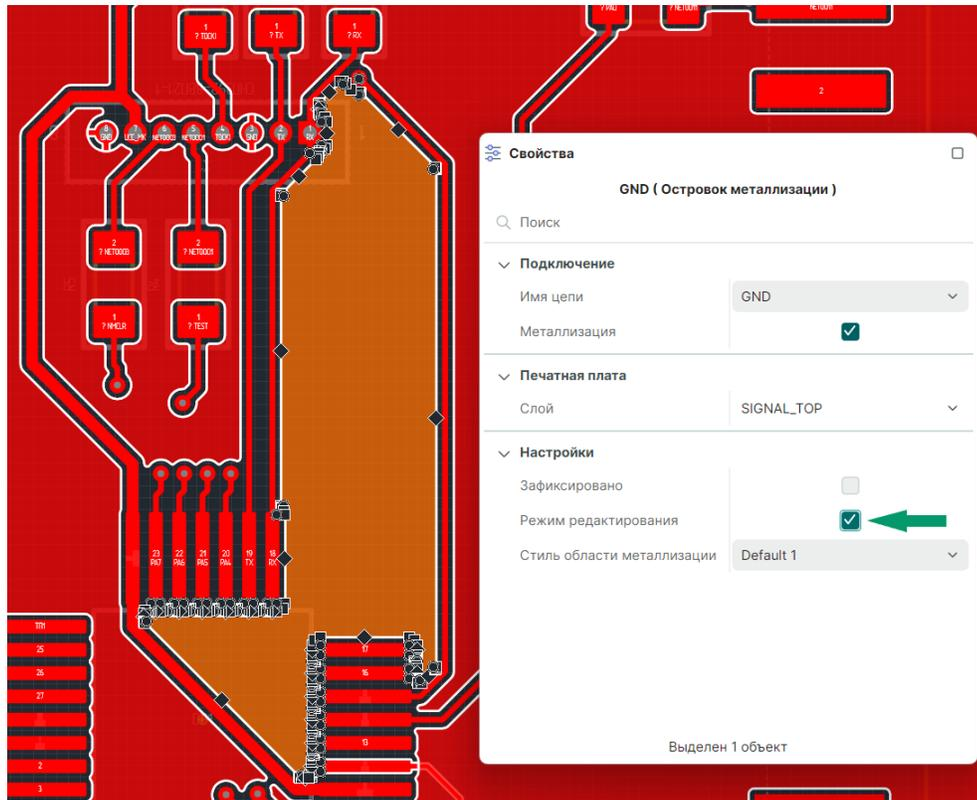

Рис. 459 Разрешение редактирования островка металлизации
- Отметьте флагом чек-бокс «Свойства» → «Настройки» → «Режим редактирования», см. Рис. 459.